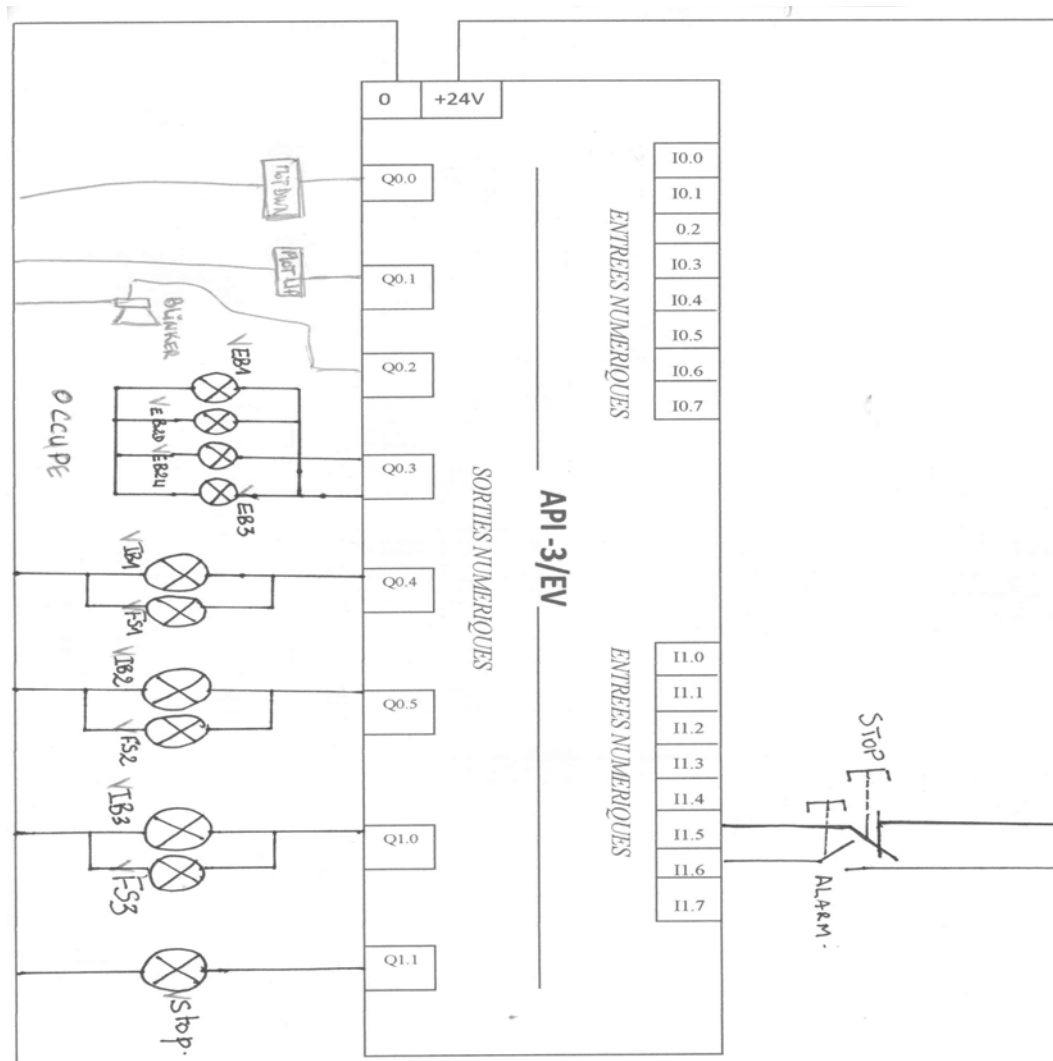

Figure 4b : câblage des voyants de signalisation pour le pgm « lift_modif_hh.poe »
- 10. Complétez le câblage du système automatisé selon le schéma donné figure 4b.